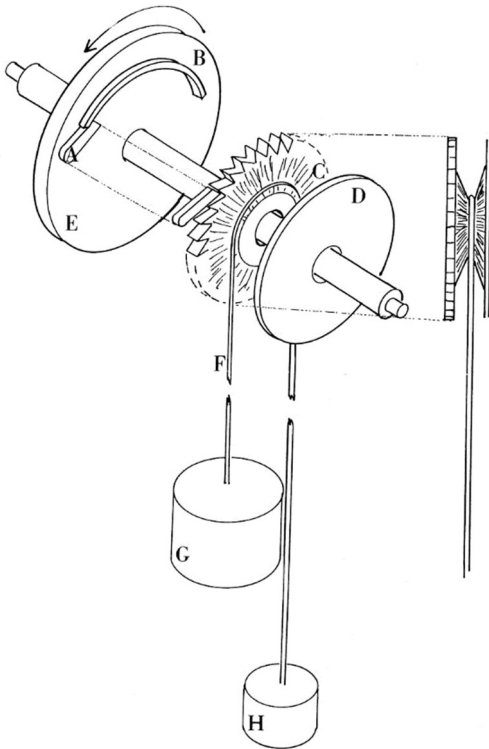

Abb. 981: Gewichts Antrieb einer Achttagenuhr (vgl. auch die Detail-Angaben der Zeichnung „Aufzug“)
1. Die einfachste Form besteht aus einer Umlenkrolle oder Seilrolle mit Kerbe, die auf der Achse des Antriebsrads sitzt (s. Abb. 981 Gewichts Antrieb einer Achttagenuhr). Fest verbunden mit der Seilrolle [D] ist ein Sperrrad [C], das von einem Sperrkegel [A] am Antriebsrad [E] gehalten wird. Die Kerbe ist